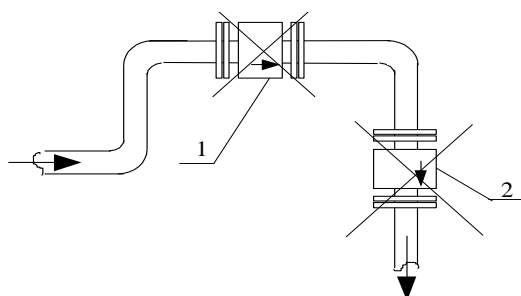

Рисунок 8
Не допускается установка ППР-7 на самом высоком месте системы (рисунок 8, поз. 1) и на вертикальном месте трубы со свободным выходом измеряемой среды (рисунок 8, поз. 2).
- при горизонтальной и наклонной установке ППР-7-32 диафрагма, находящаяся внутри выходного переходника, должна располагаться вырезом вниз или в сторону; штуцеры для подключения спиртомера должны быть направлены "вниз", причем угол отклонения от горизонтальной плоскости должен быть не менее 15° (см.рис.8а); при вертикальной установке ППР-7 положение диафрагмы и штуцеров для подключения спиртомера – произвольное;
Рисунок 8а